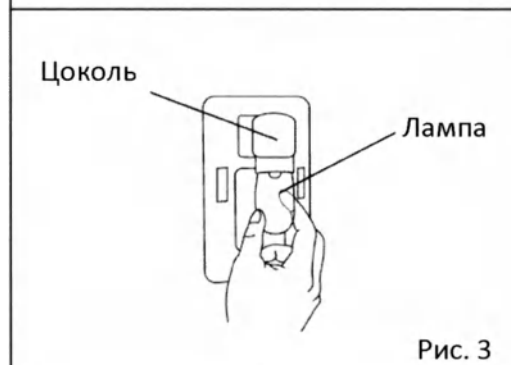

Рис. 3
4. Извлеките лампу из цоколя, вращая ее против часовой стрелки (Рис. 3).